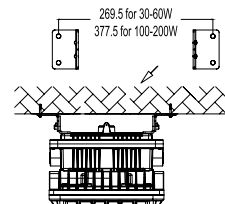

Fig. 7
4. Tighten the nut of the screws (Figure 7).
4. Serrez l'écrou des vis (figure 7).